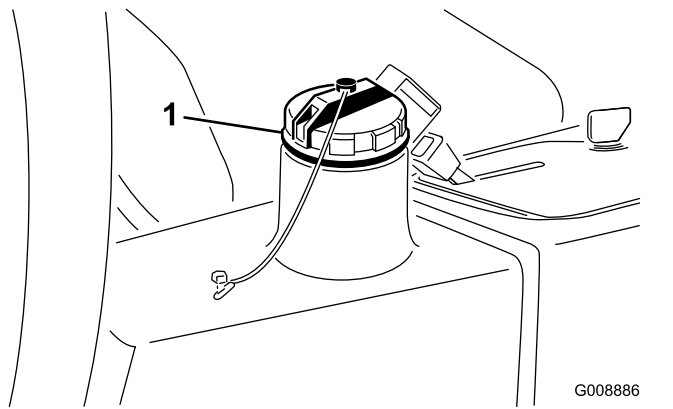

図 76
4. 油圧オイルタンク 図 76 に約 13.2 リットルの油圧オイルを入れる。油圧システムを点検する (ページ 31) を参照。